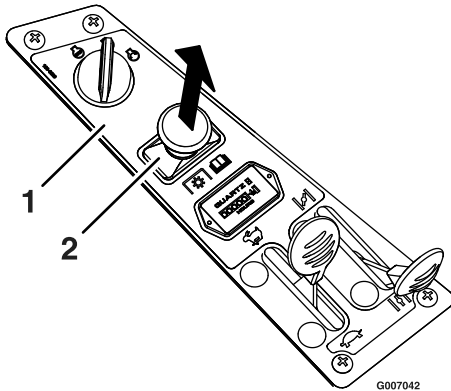

Bild 12
3. Ziehen Sie den ZWA-Schalter heraus, um die Messer einzukuppeln (Bild 12).